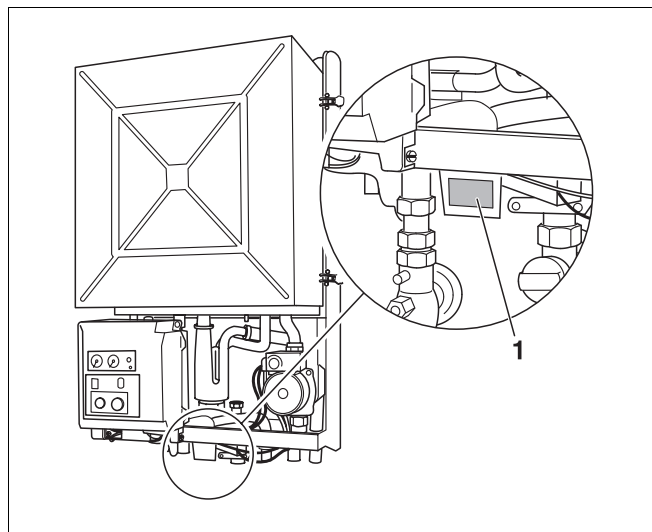
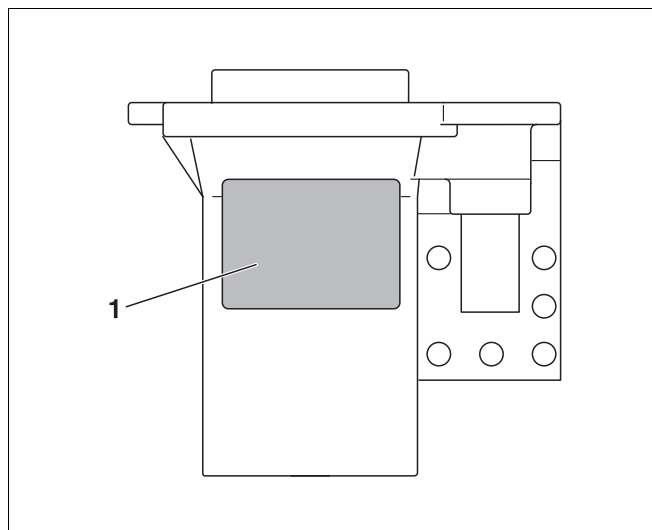

Abb. 59 Aufkleber
Abb. 60 Aufkleber
- Aufkleber (Abb. 59 und Abb. 60, Pos. 1) mit neuem Aufkleber (2 Stück, liegen Umrüstsatz bei) überkleben.